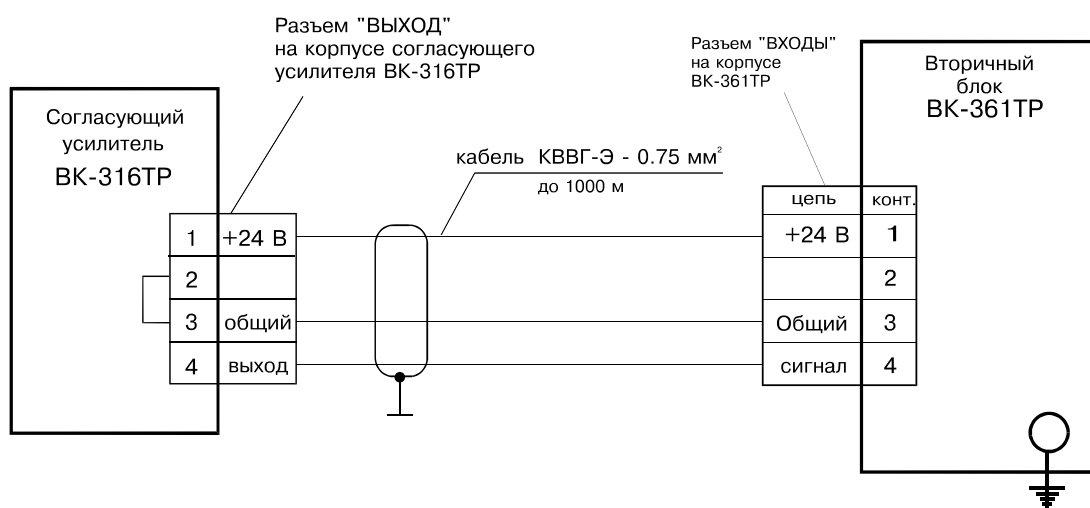

Рис. 9.
- Провести соединение блоков по схеме соединения, приведенной на Рис. 9. Кабель для каждого выхода преобразователя должен иметь две жилы, заключенные в экран.
На Рис. 9 приведена схема соединения и заземления блоков ВК-316ТР и ВК-361ТРД.